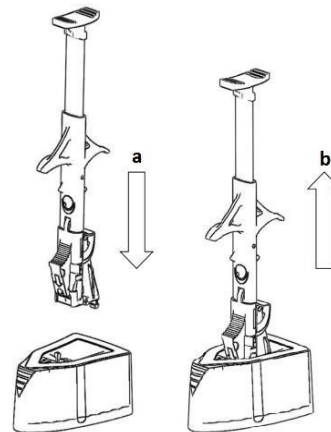

Fig. 2
4. Alinee las flechas en el tope rojo del inyector y el contenedor de LIO para una colocación correcta. Inserte el inyector con un movimiento firme hacia abajo como se muestra en la Fig. 2 / a hasta que haga clic. Saque el inyector como se muestra en la Fig. 2 / b y verifique que el soporte de la lente esté cargado en el inyector.